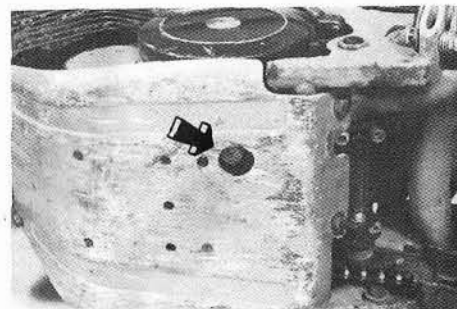

Fig. 13 - Vite scarico olio.
- Svitare la vite di scarico olio posta sotto il motore (Fig. 13).